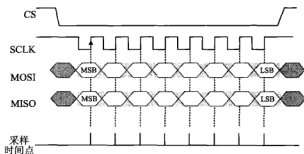

图 5.14.6 CPOL=1,CPHA=1
d) CPOL=1,CPHA=1 的情况如图 5.14.6 所示。
如图 5.14.6 所示,开始 SPI 接口处于空闲状态,SLCK 线保持在高电平状态。当 CS 跳变至低电平之后,开始数据传输。可以看到,数据在 SCLK 线的一个脉冲周期中的第 2 个边沿 (此处是正跳变) 得到传输。总结起来就是,当 CPOL=1 且 CPHA=1 时,SCLK 呈现负脉冲周期形式,数据在下降沿准备就绪,在上升得到存取。